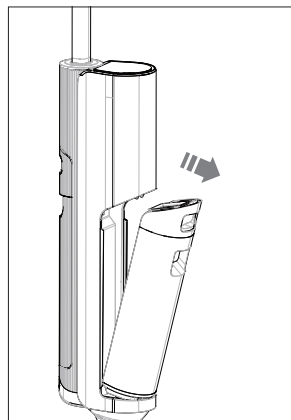

Fig. 11 – Insérer le réservoir d'eau sale
- ▶ Insérez le réservoir d'eau sale légèrement en biais dans l'évidement sur la face avant de l'appareil et appuyez sur le réservoir d'eau sale jusqu'à ce qu'il s'enclenche de manière audible et soit bien fixé (voir Fig. 11).